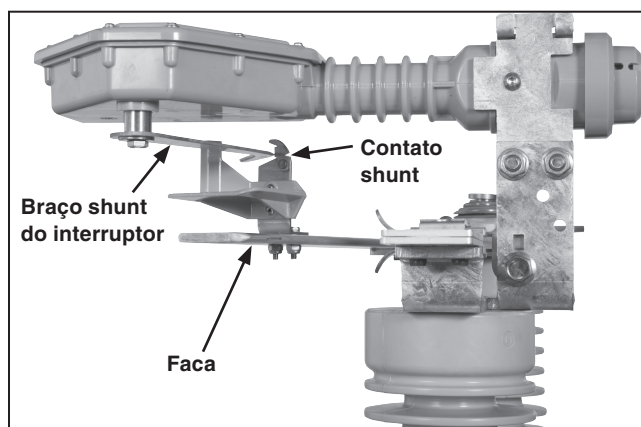

Figura 33. O contato shunt deve engatar no braço shunt do interruptor na superfície de contato em cobre-bronze do contato shunt.
- (a) No movimento das facas em direção à posição **Aberta**, o contato shunt do came de operação deve engatar no braço shunt do interruptor na superfície de contato em cobre-bronze do contato shunt. Ver Figura 33.